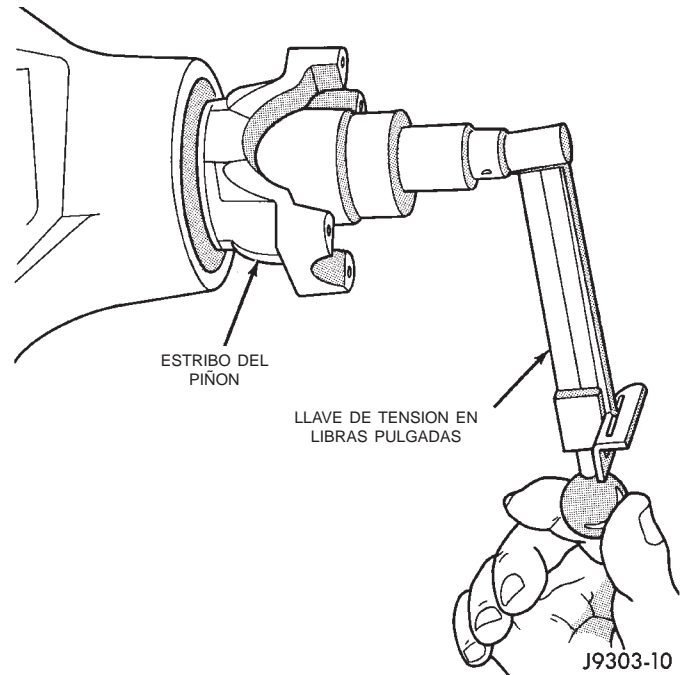

Fig. 14 Verificación del esfuerzo de rotación del piñón
(3) Instale una tuerca nueva en el piñón satélite. **Apriete la tuerca sólo lo suficiente como para eliminar el juego longitudinal del eje.**
(4) Haga girar el piñón diez veces como mínimo. Compruebe que el piñón gira con suavidad. Gire el eje del piñón con una llave de tensión (lbs. pulg.). El esfuerzo de rotación debería ser igual a la lectura registrada durante el desmontaje más 0,56 N·m (5 lbs. pulg.) más (Fig. 14).